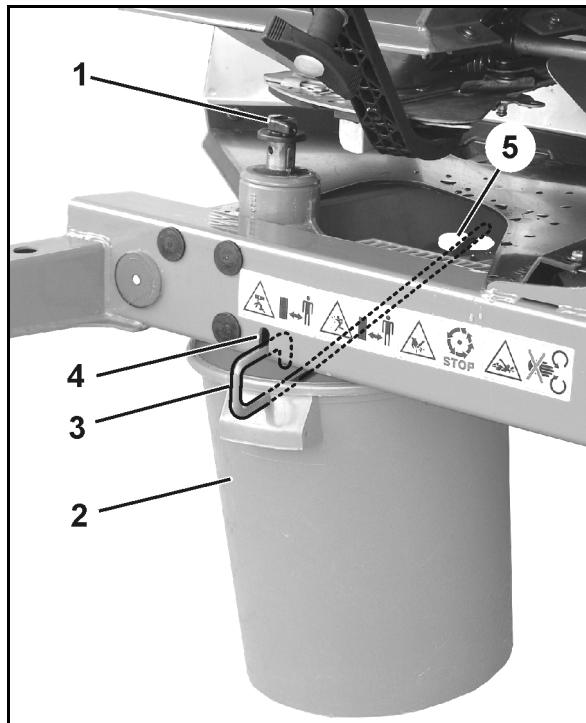

図 50
- 2.1 散布ディスク固定用の蝶ねじ(図 50/1)を回して外し、ギアシャフトから散布ディスクを引き抜きます。
3. 収容容器(図 50/2)はハンガー(図 50/3)により、フレームの収容部(図 50/4 と図 50/5)に掛けます。